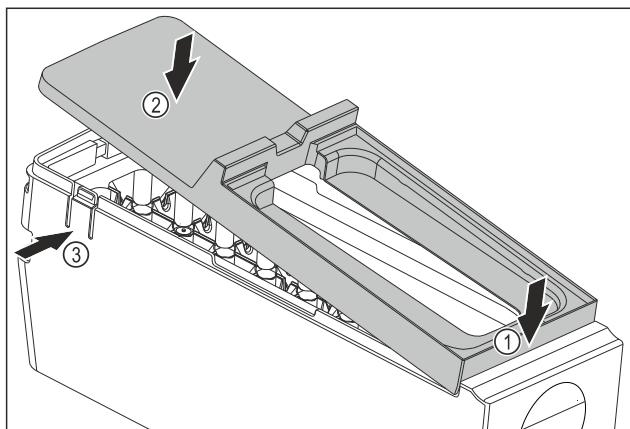

Fig. 89
- Abdeckung des EasyTwist-Ice-Körpers montieren: Abdeckung vorne ansetzen. Fig. 89 (1)
- Abdeckung hinten absenken. Fig. 89 (2)
- Abdeckung rastet hörbar in beiden Laschen Fig. 89 (3) ein.